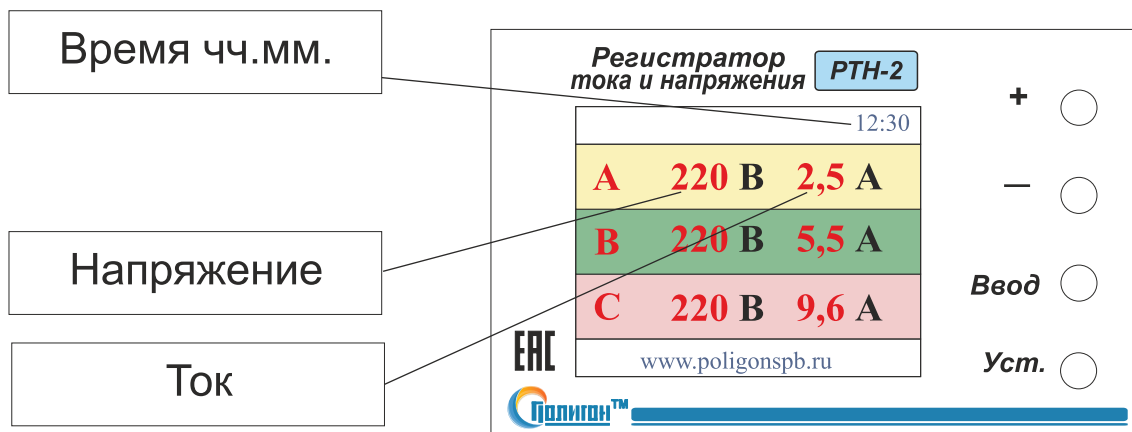

Рис.1
4.1.2. На индикаторе высветятся текущие показания напряжения, тока и текущее время (Рис.1).